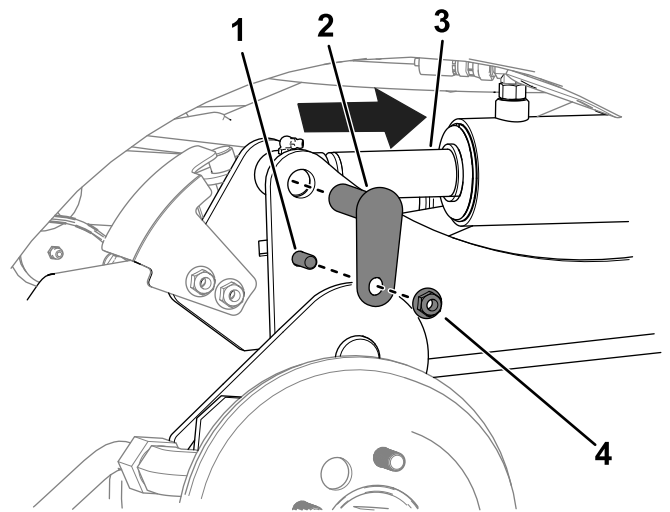

図 11
C. ポンチを使って、シリンダロッドの穴と昇降アームの穴を揃える図 11。
D. ボルト $\frac{3}{8}$ " x  $1\frac{1}{4}$ "2本、ナット $\frac{3}{8}$ "2個、小さいピン2本を使用して、昇降アームをシリンダに固定する図 11。